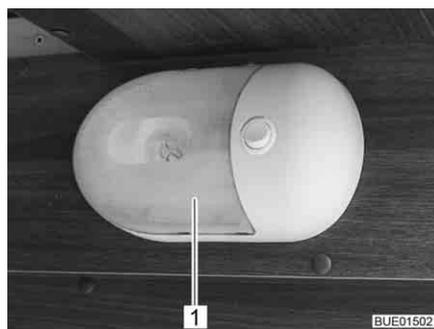

Fig. 304 Iluminação da garagem
- Comprima cuidadosamente a cobertura transparente (Fig. 304,1) de ambos os lados, puxe-a ligeiramente do interruptor e retire-a para a frente.